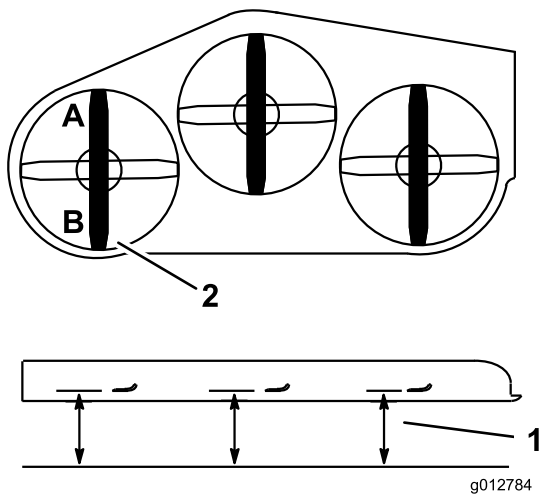

**Figura 84**
6. Verificate la distanza tra le parti girevoli, prendendo come riferimento per la misurazione il centro delle parti girevoli (distanza da centro a centro) sull'asta filettata. Questa distanza deve essere di 49,5 cm per piatti di taglio da 91 cm e di 43,7 cm per piatti di taglio da 102 cm (Figura 84).
9. Manipolate i controdadi della parte girevole anteriore per regolare la distanza tra le parti girevoli anteriore e posteriore del lato interessato (Figura 84).
11. Manipolate il bullone di regolazione per ottenere la stessa tensione su entrambe le catene anteriori (Figura 84).
5. Allentate il dado sul bullone superiore della catena e il controdado sul bullone di regolazione (Figura 84).
6. Manipolate il bullone di regolazione in modo tale che la parte anteriore **A** risulti da 6 a 10 mm più bassa della parte posteriore **B** (Figura 84).